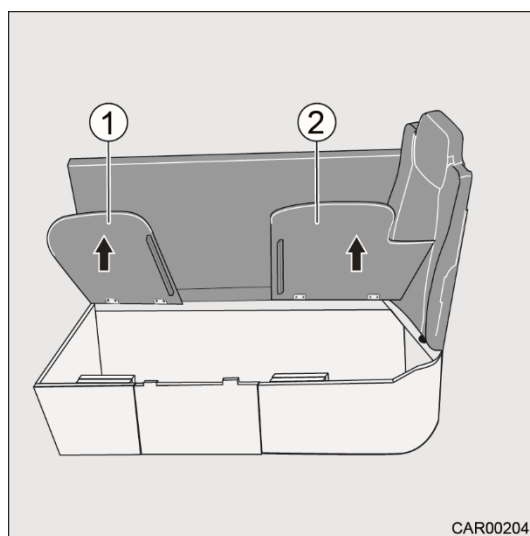

Fig. 24 Transformation du 5^e siége
5. Relever les plaques de siége (Fig. 24/1 et 2).